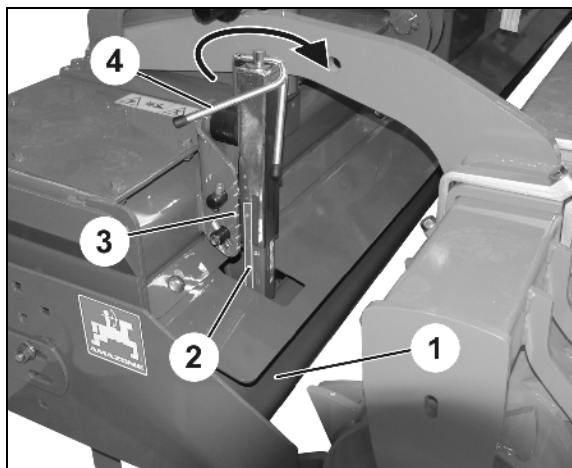

Bild 26
Vid konventionell sådd ska sladdplankan (Bild 26/1) skjuta en liten jordvall framför sig, som jämnar ut ojämnheter.
Visaren (Bild 26/2) och graderingen (Bild 26/3) ger vägledning.
3. Fäll upp veven (Bild 26/4).